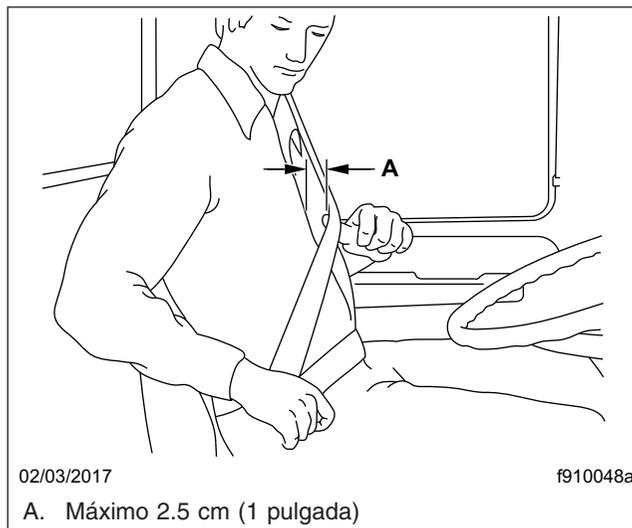
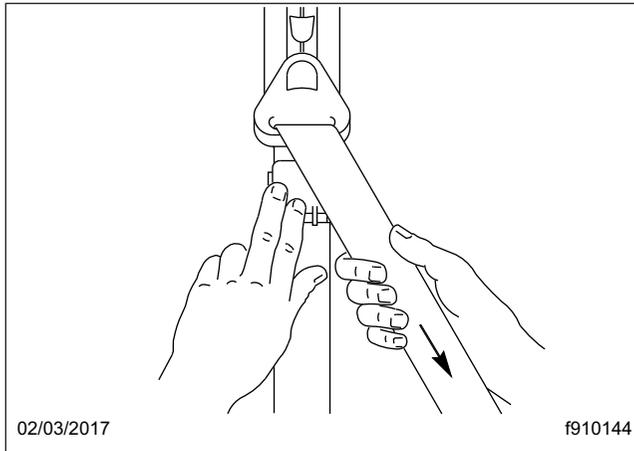

Figura 6.11, Ajuste de la holgura de la correa de hombro con el cierre Komfort Latch
Figura 6.12, Cómo trabar el cierre Komfort Latch
*Si hay un cierre Komfort Latch equipado, tire de la correa de hombro para disminuir la presión de la correa en su hombro y torso. No permita que haya más de 1 pulgada (2.5 cm) de holgura entre su torso y la correa de hombro. Una mayor holgura puede reducir significativamente la eficacia del cinturón de seguridad en un accidente o una parada repentina. Mientras mantiene la holgura del cinturón, presione la palanca del cierre Komfort Latch hacia arriba, presionando el tejido del cinturón (**Figura 6.11** y la **Figura 6.12**).*